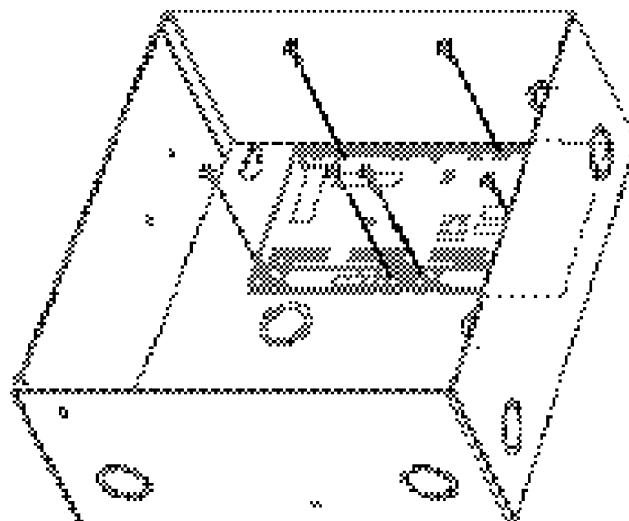

Figura 4. Contenitore ausiliario SuperBus (coperchio non illustrato)
2. Posizionare il modulo all'interno del contenitore ed allineare i fori di fissaggio della piastra di supporto con i fori di fissaggio del contenitore (vedere Figura 4).